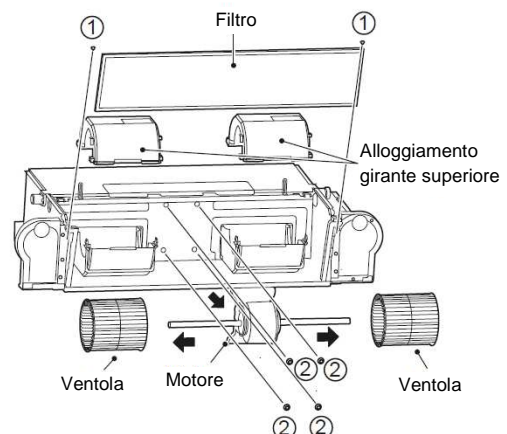

Figura 4-5 Rimozione del filtro, della copertura superiore e delle viti del motore
- 3) Come mostrato nella Figura 4-5, rimuovere le viti ①\*2 per rimuovere il filtro.